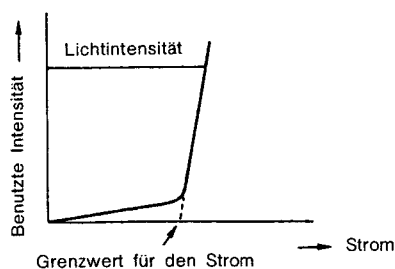

Abb. 11
① Halbleiterlaser (Abb. 11)
Wie in Abb. 11 dargestellt, erhöhen sich die Strom- und Lichtintensitäts-Eigenschaften abrupt, sobald der Grenzwert für den Strom überschritten ist.